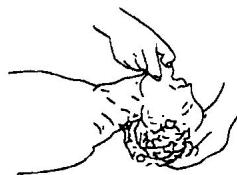
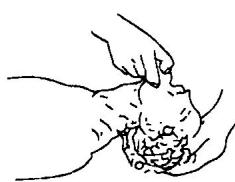

图 1-2-3 头部后仰
图 1-2-6 放松换气
① 首先使触电者仰卧,迅速解开触电者的衣领、围巾、紧身衣服等,除去口腔中的黏液、血液、食物、假牙等杂物。
② 将触电者的头部尽量后仰,鼻孔朝天,颈部伸直。救护人在触电者的一侧,一只手捏紧触电者的鼻孔,另一只手掰开触电者的嘴巴。救护人深吸气后,紧贴着触电者的嘴巴大口吹气,使其胸部膨胀;之后救护人换气,放松触电者的嘴鼻,使其自动呼气。如此反复进行,吹气2 s,放松3 s,大约5 s一个循环。
③ 吹气时要捏紧鼻孔,紧贴嘴巴,不使之漏气,放松时应能使触电者自动呼气。其操作示意图如图1-2-3至图1-2-6所示。